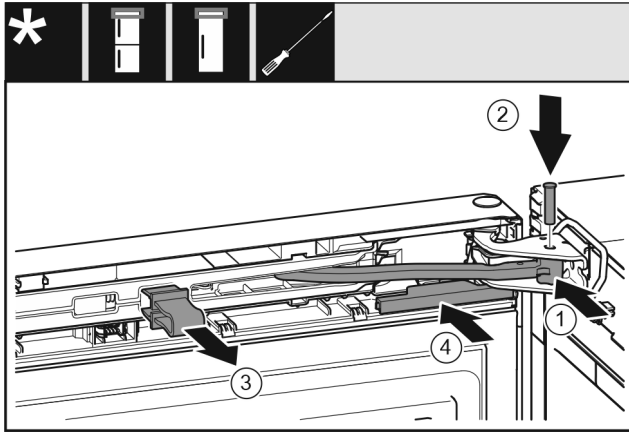

Fig. 21
- ▶ Gelenk in Lagerbock drehen. Fig. 21 (1)
- ▶ Bolzen in Lagerbock und Gelenk einsetzen. Dabei darauf achten, dass der Rastnocken korrekt in der Nut sitzt. Fig. 21 (2)
- ▶ Sicherung abnehmen. Fig. 21 (3)
- ▶ Abdeckung aufschieben. Fig. 21 (4)